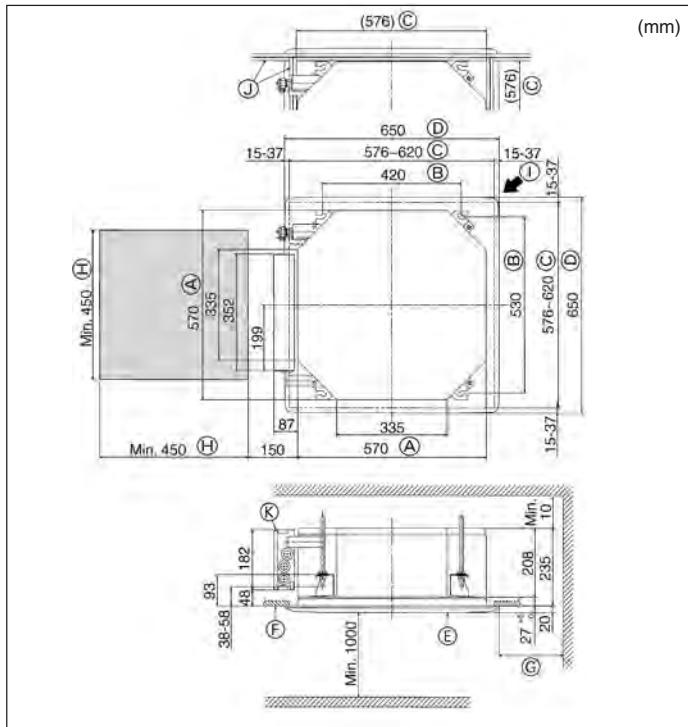

Fig. 4-2
4.2. Taköppning och installationsplatser för upphängningsbultar (Fig. 4-2)